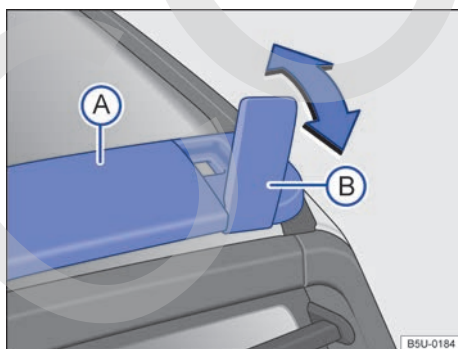

Fig. 128 En el techo: travesaño y soporte articulado.
Utilizar solo el travesaño del techo → fig. 128 (A) y los soportes articulados (B) como apoyo para fijar los objetos con mayor altura o que no puedan acomodarse totalmente sobre el piso del compartimento de carga → ⚠.